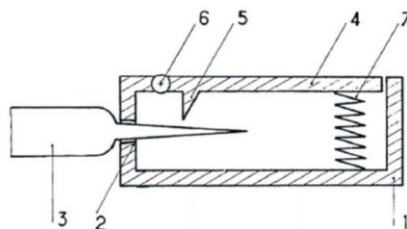

Figure 1 : Dispositif pour briser les pointes d'une ampoule contenant un liquide
[0007] [Fig.1] représente en coupe, le dispositif de l'invention.
Figure pour l'abrégé : Fig. 1
- ❖ 2 pages pour les figures: figures 1, 2, 3 et 4.